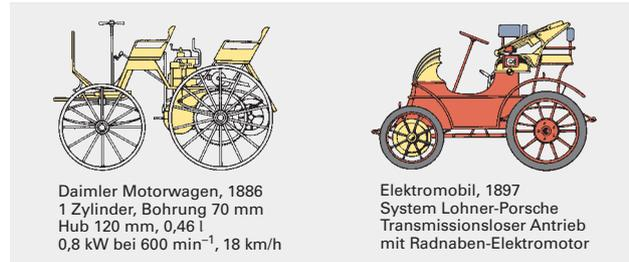

Bild 2: Daimler Motorwagen und 1. Elektromobil
- 1886 Erste **Vierradkutsche** mit **Benzinmotor** von **Daimler** (Bild 2).